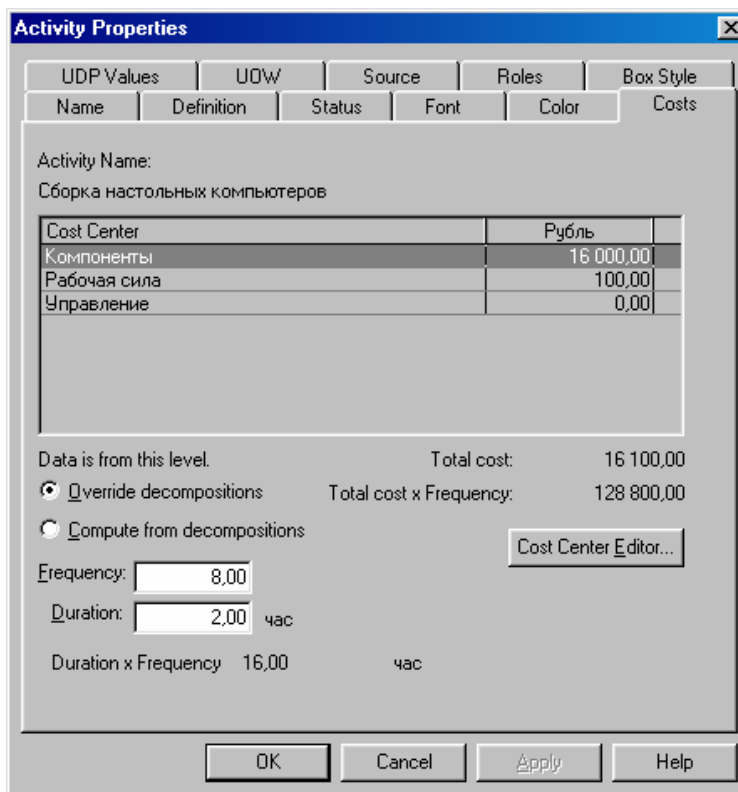

Рисунок 10.8 – Вкладка *Cost* диалога *Activity Properties*
7. Откроется диалоговое окно *Activity Properties* (рисунок 10.8), в котором следует указать величины затрат (в рублях) на компоненты, рабочую си-